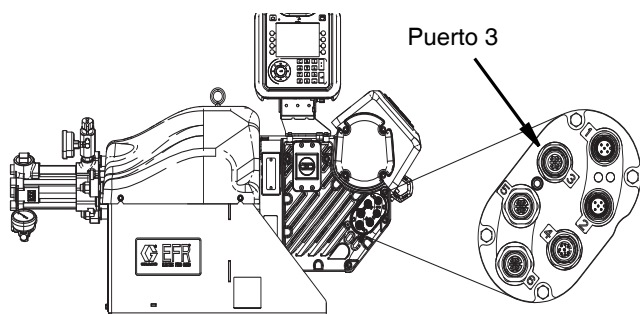

FIG. 7
4. Desconecte el conector del puerto 3 en el impulsor EFR. Vea la FIG. 7 en la página 15.